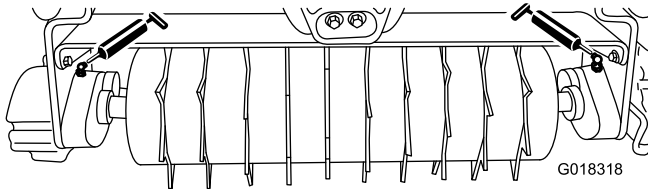

Figura 5
Lubrifique os 2 bocais de lubrificação (Figura 5) em cada arranca-grampos após cada 15 horas de funcionamento utilizando um lubrificante multiusos à base de lítio n.º 2. Recomenda-se uma pistola de lubrificação manual para melhores resultados.
2. Aplique lubrificante nos rolamentos do veio do arranca-grampos até sentir pressão (Figura 5).